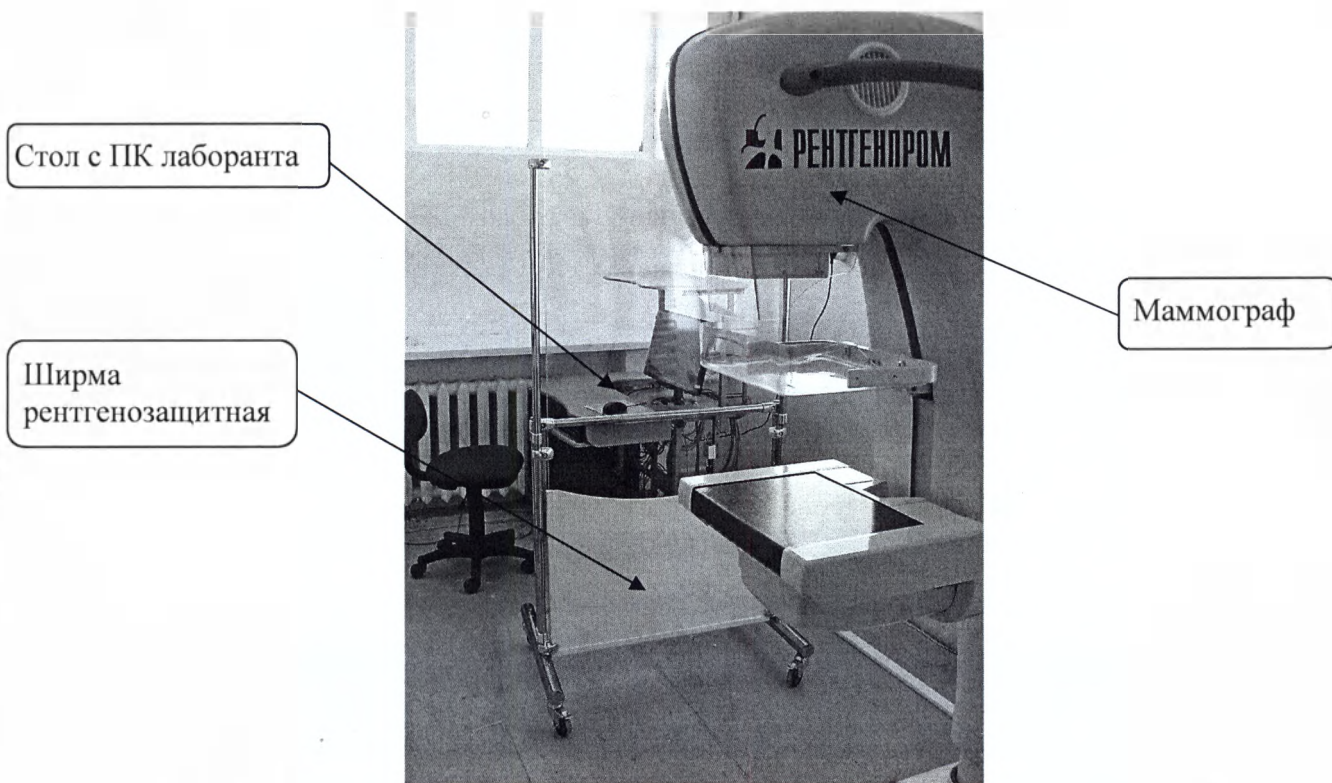
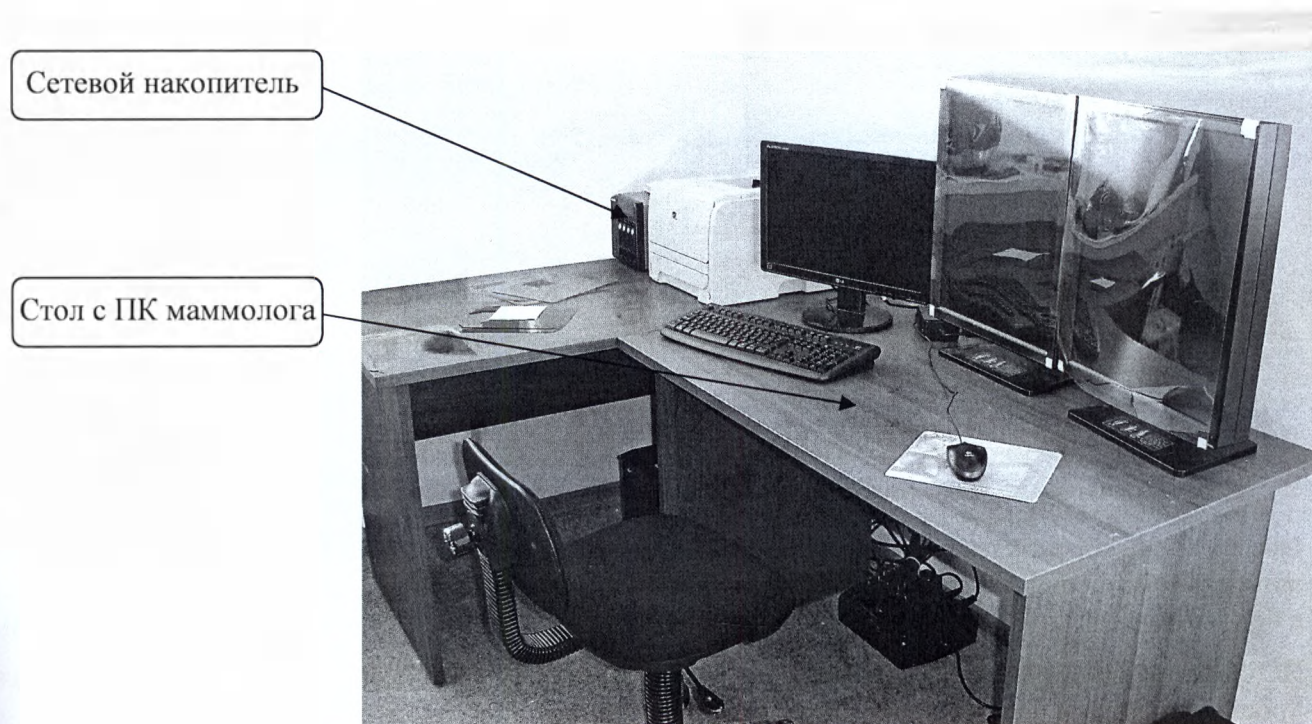

Рисунок 10 – Размещение АРМ 1 рядом с аппаратом за ширмой рентгенозащитной
Рисунок 11 – Размещение АРМ 2 в кабинете врача
Рабочее место рентгенолаборанта (АРМ 1), размещенное за рентгенозащитной ширмой, показано на рис.10, рабочее место врача-маммолога, размещенное в кабинете врача – на рис.11. На экран мониторов АРМ 2 не допускается попадание солнечных лучей. Монитор следует располагать так, чтобы задней стенкой он был обращен к стене помещения.
**6.1.2.** Включить сетевой накопитель информации (рис.11); для выхода на рабочий режим ему понадобится несколько минут. **Рекомендуется** ставить его на рабочее место рентгенолаборанта (АРМ1), т.к. на него идет вся информация во время исследования, и он должен быть включен при проведении исследований пациентов.